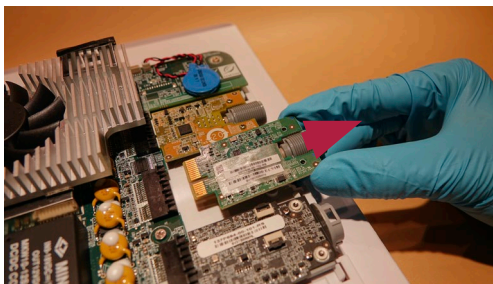

Figura 17 Extracción de la placa VDI
a) Extraiga la placa VDI del conector de la placa principal (Figura 17)